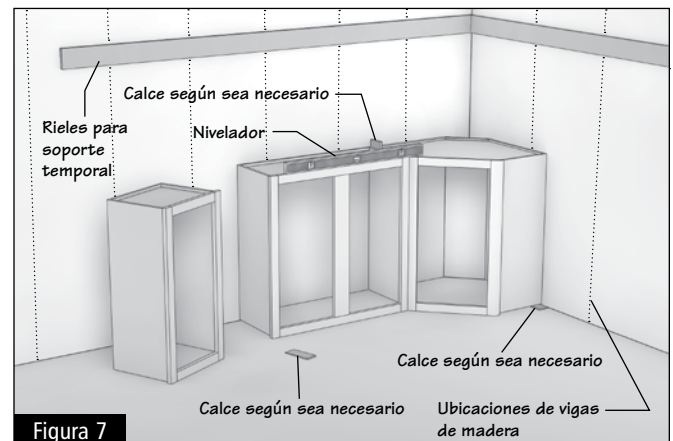

Figura 7
- 2.4** Con un nivelador, asegúrese de que cada gabinete esté liberado y que cada marco delantero (parte delantera del gabinete) esté al ras respecto del gabinete adyacente. Como método provisional, puede usar una barra de palanca y láminas de metal para nivelar las medidas. (Figura 7)